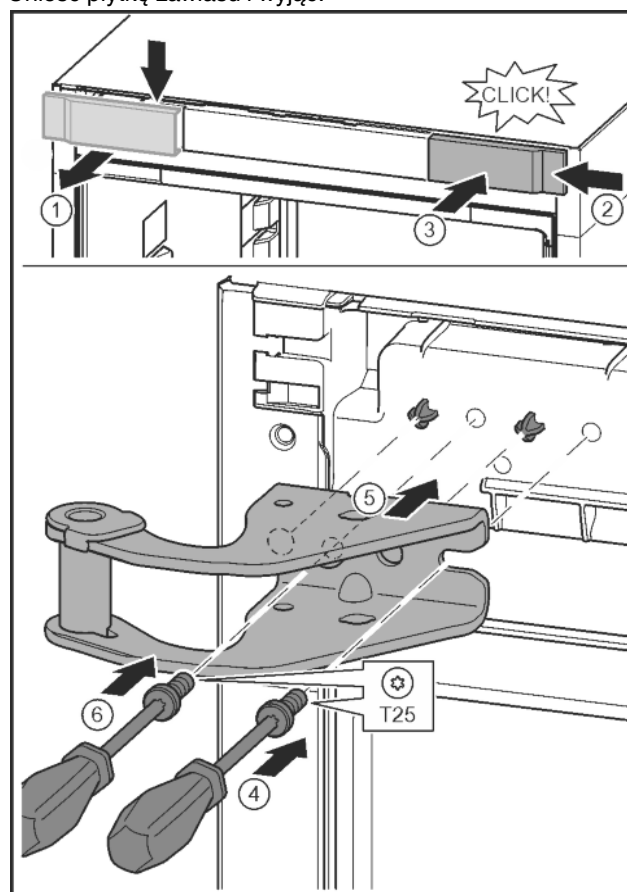

Fig. 11
- ▶ Poluzować osłonę i zdjąć w bok. Fig. 11 (1)
- ▶ Osłonę obróconą o 180° założyć z drugiej strony od prawej. Fig. 11 (2)
- ▶ Zazębić osłonę. Fig. 11 (3)
- ▶ Śrubę założyć przy pomocy śrubokręta T25. Fig. 11 (4)
- ▶ Założyć górną płytkę zawiasu. Fig. 11 (5)
- ▷ Czopy znajdują się w odpowiednich otworach na śruby. Fig. 11 (4)
- ▶ Dokręcić śrubę. Fig. 11 (4)
- ▶ Śrubę założyć przy pomocy śrubokręta T25 i mocno dokręcić. Fig. 11 (6)